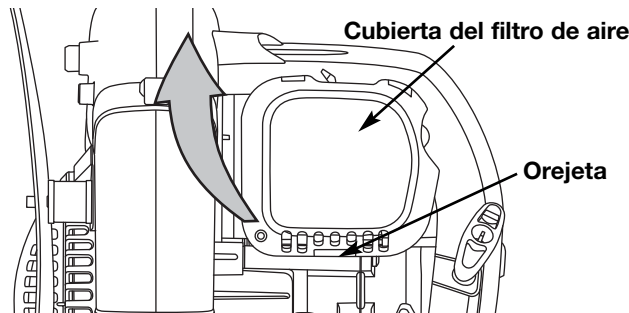

Fig. 24
1. Abra la cubierta del filtro de aire. Empuje hacia adentro la orejeta del lado derecho de la cubierta, y extraiga la cubierta del filtro de aire hacia afuera y hacia la izquierda (Fig. 24).